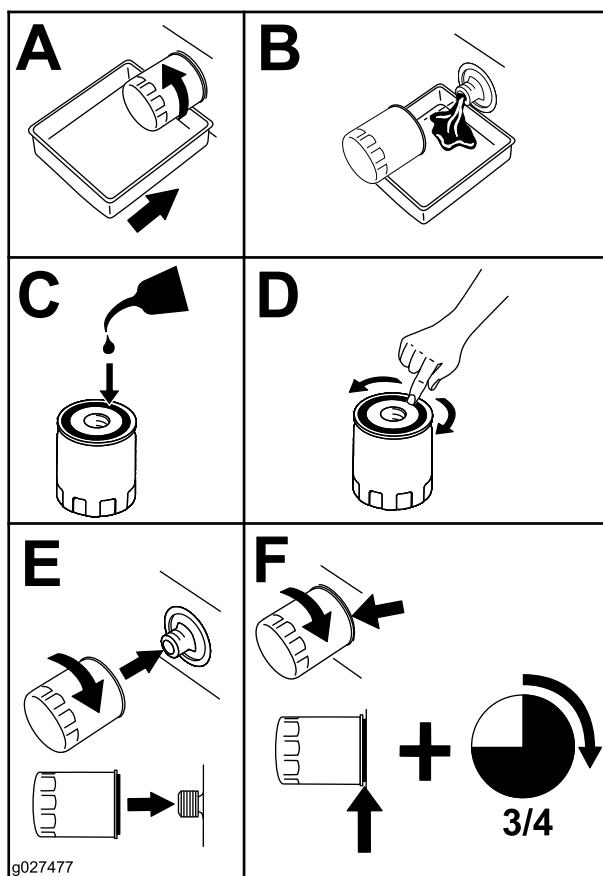

Figura 37
2. Sustituya el filtro de aceite del motor (Figura 37).